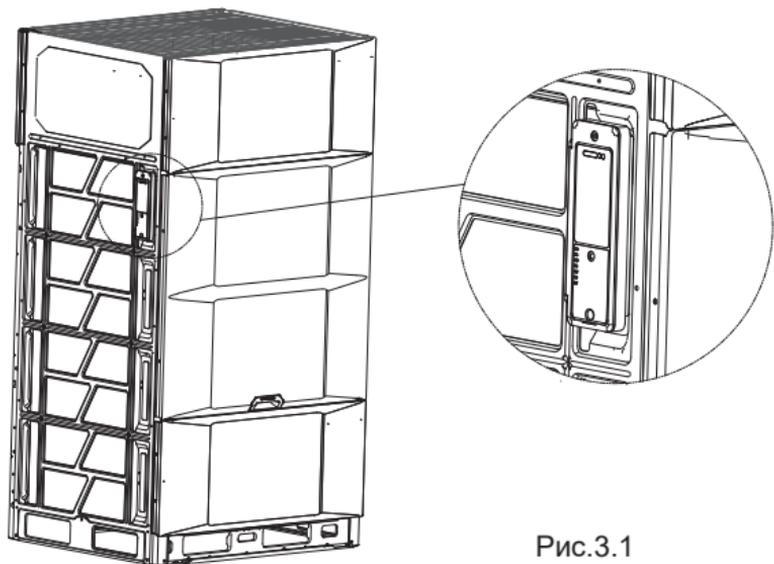

Рис.3.1
- На этом установка модуля Bluetooth завершена. Установите на место правую переднюю боковую панель. На рис. 3.1 показана схема того, как модуль должен выглядеть после завершения установки.